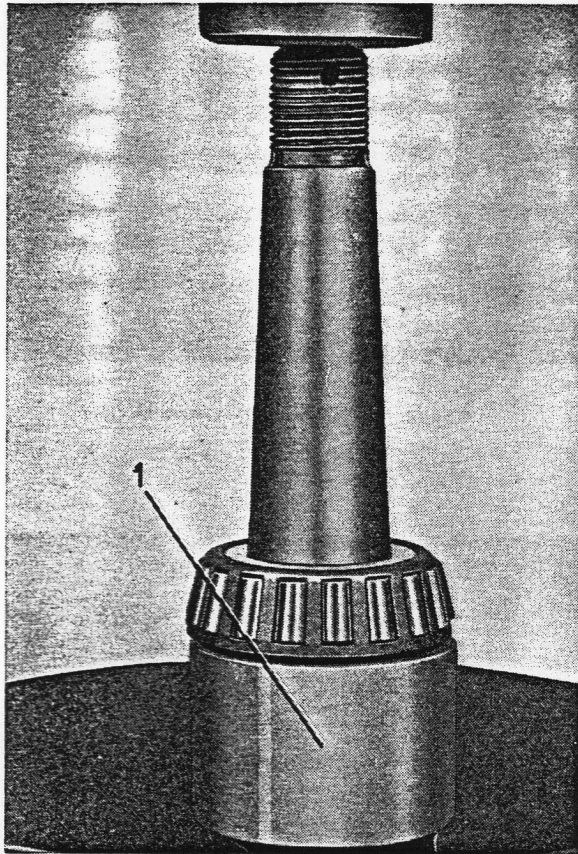

Bild 5-9. Achswellenlager ausbauen
3. Kegelrollenlager abdrücken, siehe Bild 5-9, und neues Lager aufpressen (siehe SVO-Werkzeugliste).